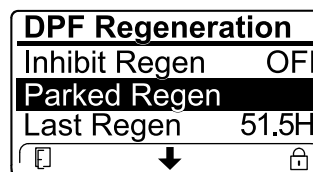

Figure 48
- Si le calculateur moteur demande une régénération d'urgence ou est en train d'en exécuter une, et que vous naviguez jusqu'à l'option PARKED REGEN (régén. en stationnement), la régénération en stationnement se bloque et l'icône de blocage (Figure 48) apparaît en bas à droite de l'InfoCenter.